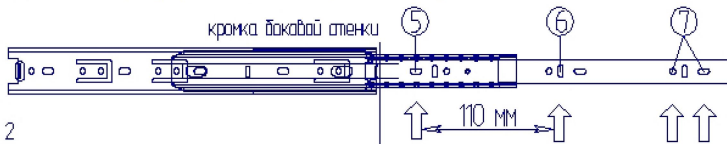

рисунок 2
2. Прикрепить направляющую к боковым стенкам ящика с помощью шурупов 3,5x13 через отверстия (5) и (6)\* (рисунок 2)